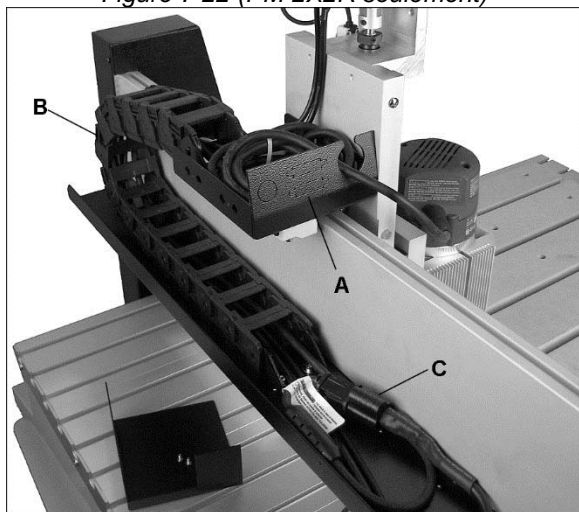

Figure 7-23 (PM-2X2R seulement)
Placer le cordon d'alimentation pour qu'il n'entrave pas le mouvement vertical et horizontal de la tête. Voir la figure 7-23. La méthode optimale est d'acheminer le connecteur à travers du boîtier (A) et de la chaîne de glissement (B) et de le brancher au connecteur (C) du panier. Maintenir la longueur excessive du câble à l'intérieur du boîtier tel qu'indiqué (les attaches de câbles ne sont pas incluses.)